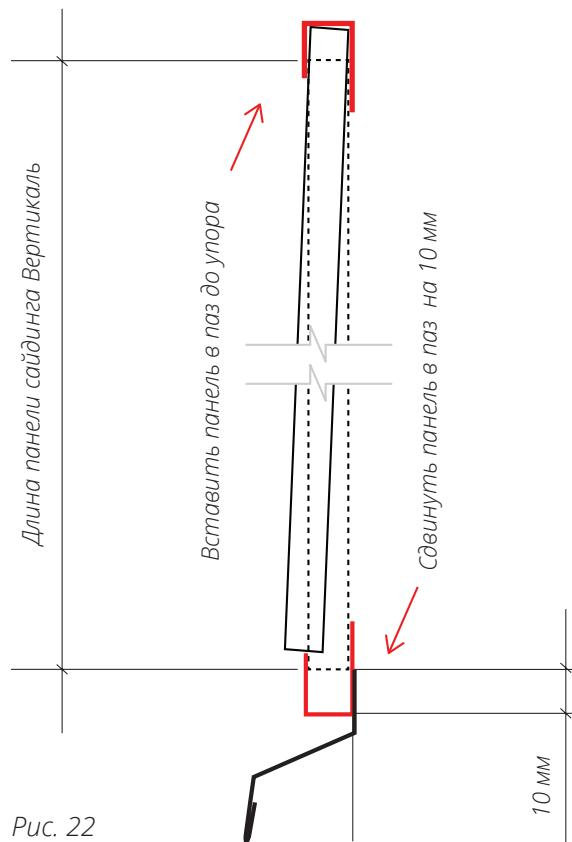

Рис. 22
■ Подготовьте панели таким образом, чтобы, когда один край панели З заведен до упора в паз J-профиля 2 сверху, второй край можно было завести в паз J-профиля 1 снизу (рис. 22).